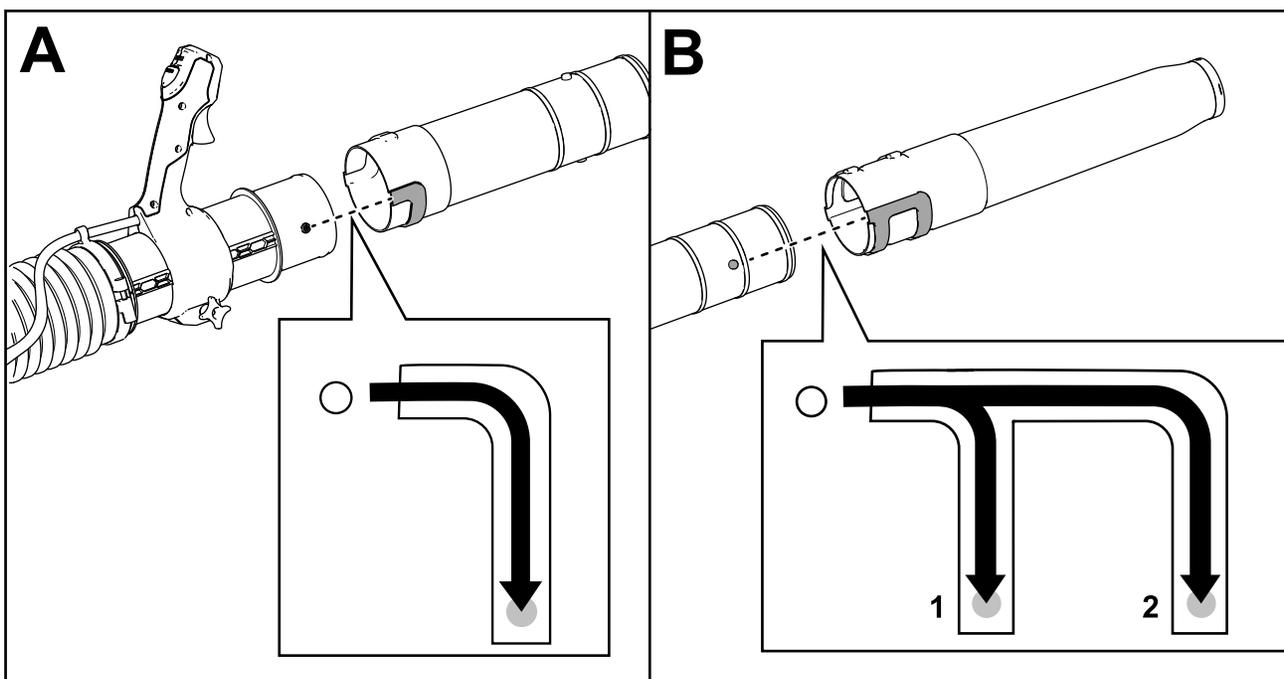

Figure 3
1. Glissez les profilés de la section centrale du tube de souffleur par-dessus les ergots du cylindre du tube de souffleur, et tournez la section intermédiaire pour la bloquer (A sur la Figure 3).
2. Glissez les profilés de la section de buse par-dessus les ergots de la section centrale, et tournez la buse pour la bloquer (B sur la Figure 3).